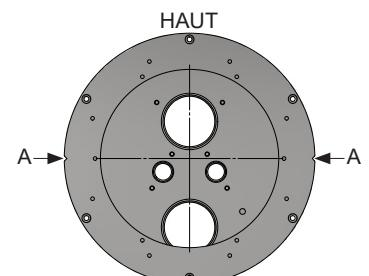

Figure. 1
- Montez la niche dans le moule, voir fig. 1. La bride de la niche doit être en contact avec une paroi de piscine finie. ATTENTION ! L'armature ne doit jamais se trouver à moins de 50 mm d'éléments en acier inoxydable.